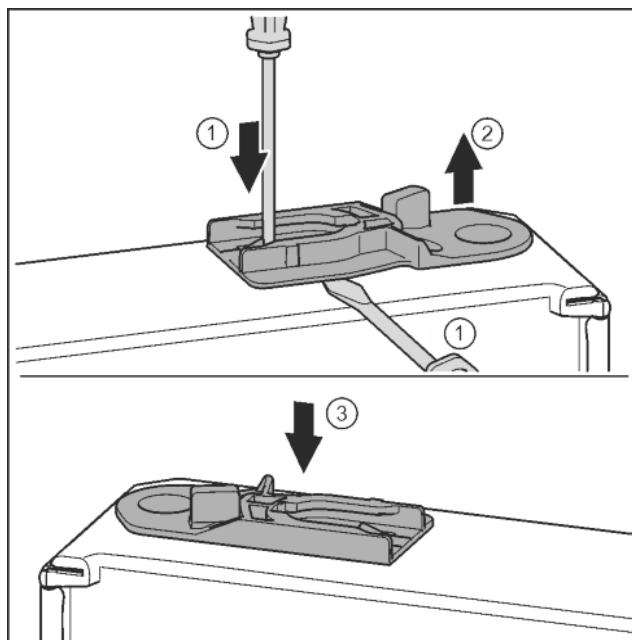

Fig. 31
- ▶ Извлечь направляющее гнездо: нажать накладку шлицевой отверткой и одновременно переместить ее шлицевой отверткой под направляющее гнездо. Fig. 31 (1, 2)
- ▶ Прилагаемое при поставке направляющее гнездоставить на другой стороне корпуса. Fig. 31 (3)